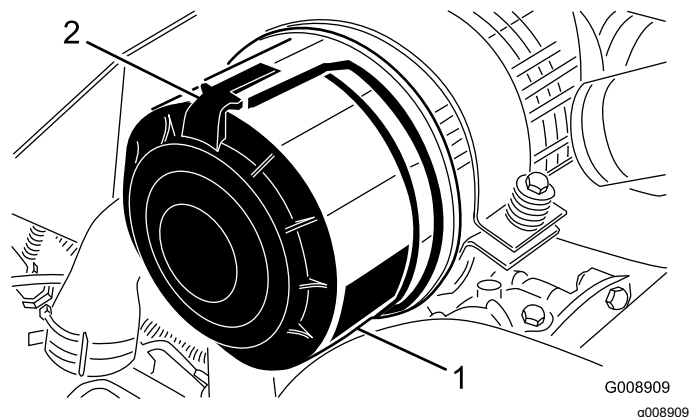

Figura 51
1. Rilasciate i fermi che fissano il coperchio del filtro dell'aria al relativo corpo (Figura 51).